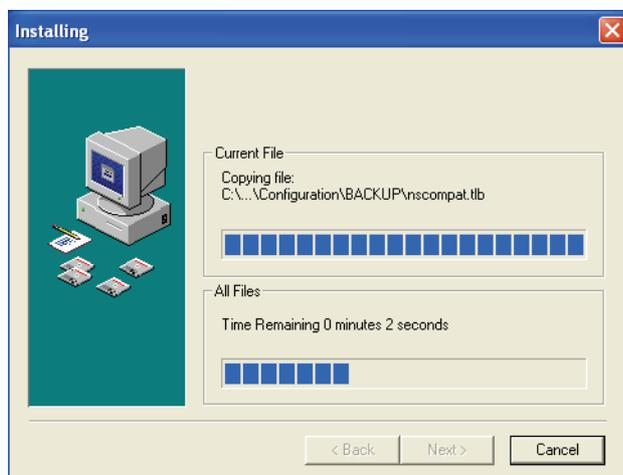

figura 8.5: Installazione del software
- 5 Seguire le istruzioni riportate a schermo quindi fare clic su [Avanti]. Il programma inizia l'installazione (vedere la figura 8.5).